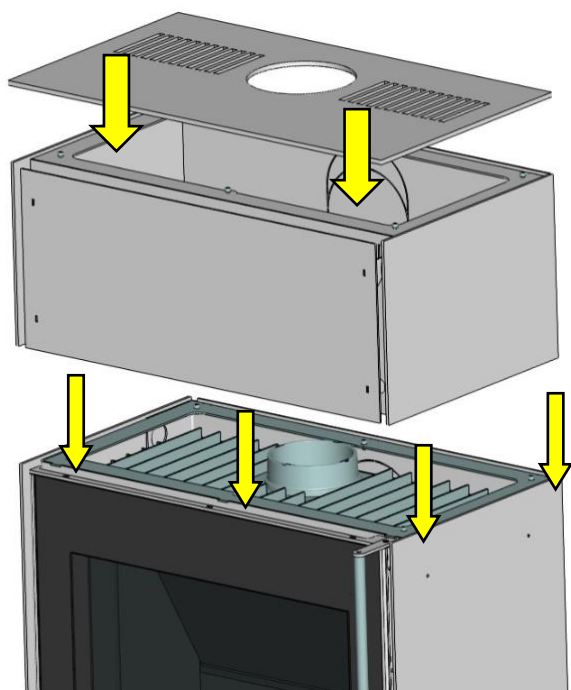

Fig. 8 : poser la rehausse et le couvercle
2. Placer la rehausse sur les 6 vis de positionnement prévues à cet effet sur le corps du poêle (Fig. 8). Celles-ci servent également à ajuster la hauteur.
3. Positionner ensuite le couvercle sur la rehausse (Fig. 8). Aucune fixation par vis n'est requise.